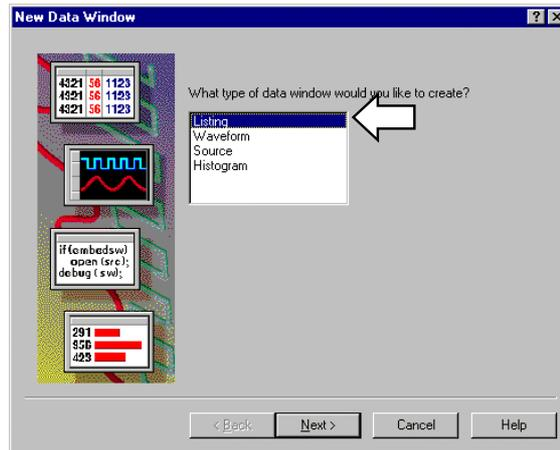

図 3-42 : [New Data Window]ウィザードの最初の画面
2. [Waveform/Column Name]ドロップ・ダウン・リスト・ボックスに[CK0]、[Condition]として立上りエッジを選択します（図 3-42）。
1. メニューバーの[Window]ウィンドウ、あるいはツールバーの<New Data Window>ボタンをクリックし、図 3-42 の[New Data Window]ウィザードを起動します。